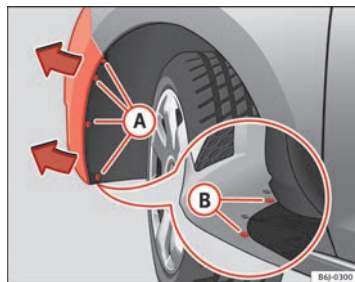

Fig. 163 Faro fendinebbia: accesso al connettore e al supporto lampade
- Servirsi di un cacciavite per rimuovere le 4 viti **A** ⇒ fig. 163 situate all'interno del passaruota e le 2 viti inferiori **B** ⇒ fig. 163 del paraurti.